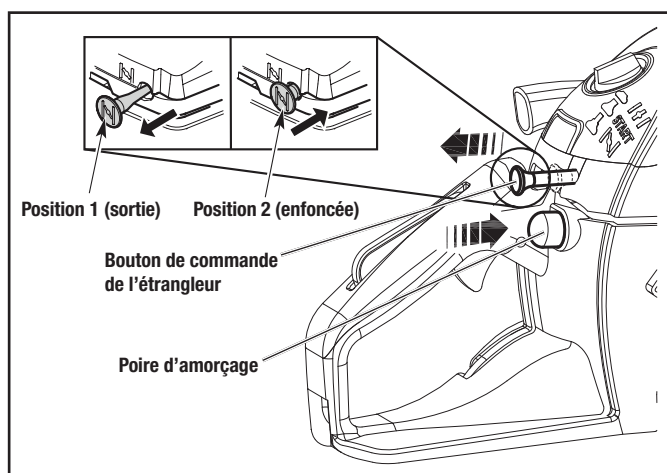

Figure 4
- Lors de la première utilisation, ou si la scie à chaîne n'a pas été utilisée pendant 3 mois ou plus, appuyez lentement sur la poire d'amorçage jusqu'à ce qu'elle soit complètement vide et relâchez-la, répétez 20 fois (Fig. 4). Pour commencer après une utilisation récente, appuyez et relâchez la poire d'AMORÇAGE 10 fois. Si le carburant n'est pas visible dans la poire d'amorçage, appuyez et relâchez la poire d'amorçage jusqu'à ce que le carburant soit visible, puis appuyez et relâchez-la 5 fois de plus pour éliminer l'air et les bulles de vapeur du carburateur.
- Tirez le bouton de commande de l'étrangleur en position 1 « CHOKE » (Étrangleur) jusqu'à ce qu'il se verrouille en place et que vous sentiez ou entendiez un déclic. (Fig. 4).
5. Ne touchez PAS la commande d'accélération. Une fois que le moteur s'est mis en route ou à brouter, poussez le bouton de commande de l'étrangleur en position 2 « RUN » (Marche) . À la position 2, l'étrangleur est ouvert et le papillon est ouvert à la position de démarrage. (Fig. 4).